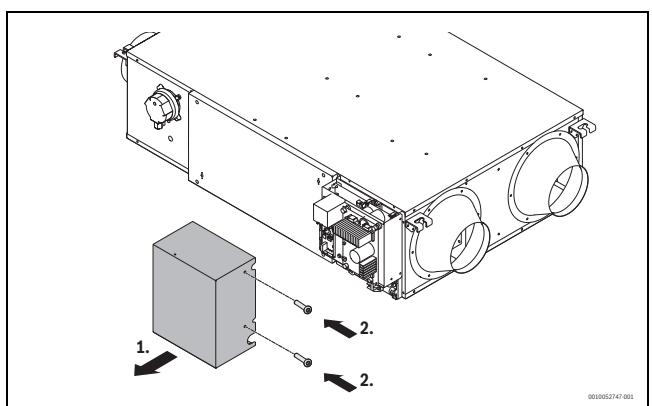

Fig. 11
- Retirer les vis situées sur l'emplacement indiqué dans la fig. 11